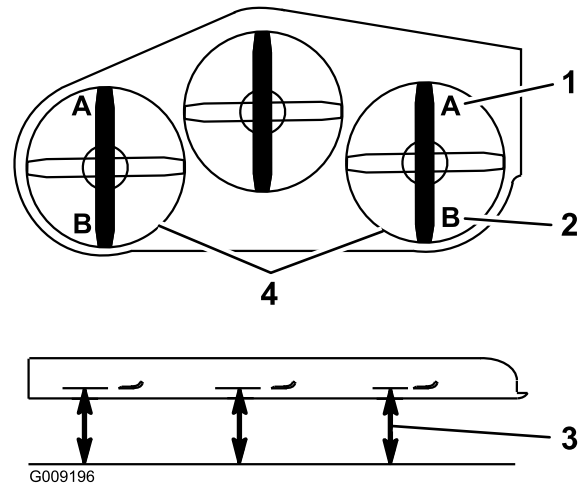

Figura 85
9. En ambos lados de la carcasa, mida desde la superficie nivelada hasta la punta delantera de la cuchilla (Posición A), según se muestra en Figura 85.
16. En ambos lados de la carcasa, mida desde la superficie nivelada hasta la punta trasera de la cuchilla (Posición B), según se muestra en Figura 85.